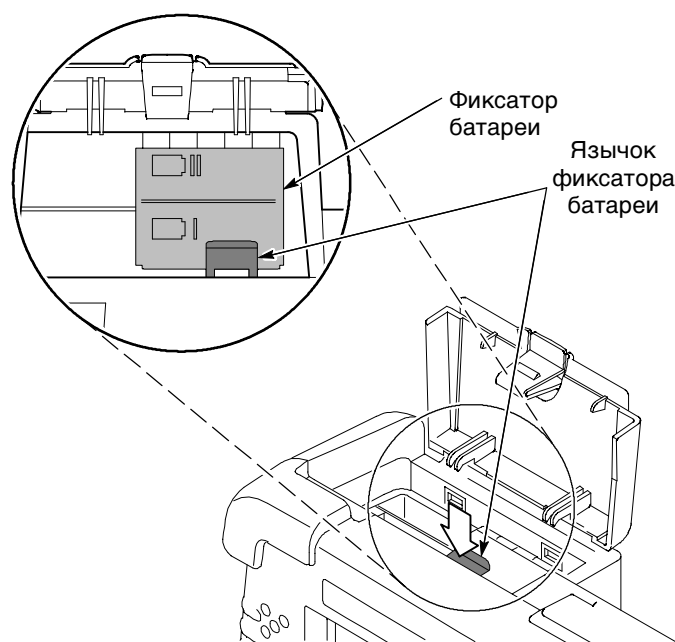

Рис. 2-3: Язычок фиксации батареи
4. Определите, где находится фиксирующий язычок батареи. См. рисунок 2-3.
4. Найдите фиксирующий язычок батареи. См. рисунок 2-3.